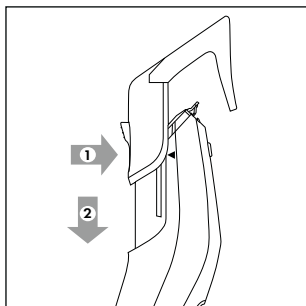

Fig. 2
- ◆ Para montar uno de los accesorios con peine 10/11, presiónelo contra el aparato debajo del cabezal de corte 1. Para ello, tenga en cuenta los carriles guía 3 laterales situados a izquierda y derecha. Deslice el accesorio con peine 10/11 a lo largo de los carriles guía 3 hacia abajo (consulte la fig. 2). Para ello, mantenga pulsado el botón de la parte trasera del accesorio con peine 10/11.